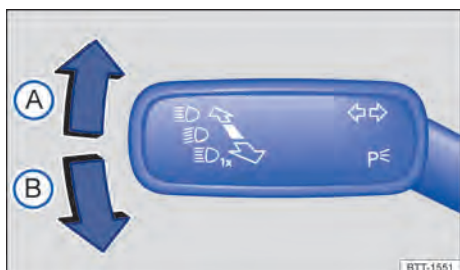

Abb. 84 An der Lenksäule links: Blinker- und Fernlichthebel.
2. Blinker- und Fernlichthebel aus der Mittelstellung in die erforderliche Position bringen → Abb. 84.